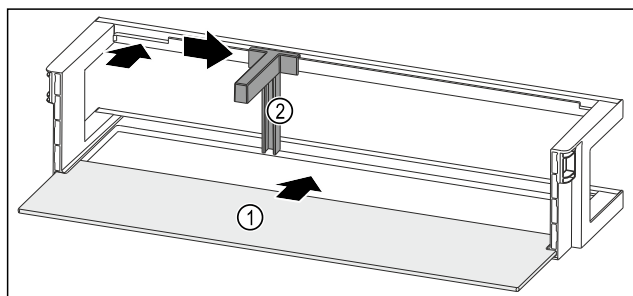

Fig. 53 Odkladací priestor vo dverách s odkladacou plochou
- ▶ Zasuňte odkladaciu plochu Fig. 53 (1) do bočných vybrání.
- ▶ Vložte držiak fliaš Fig. 53 (2) do vybrania.
- ▶ Potlačte držiak fliaš Fig. 53 (2) v požadovanej polohe do strany.